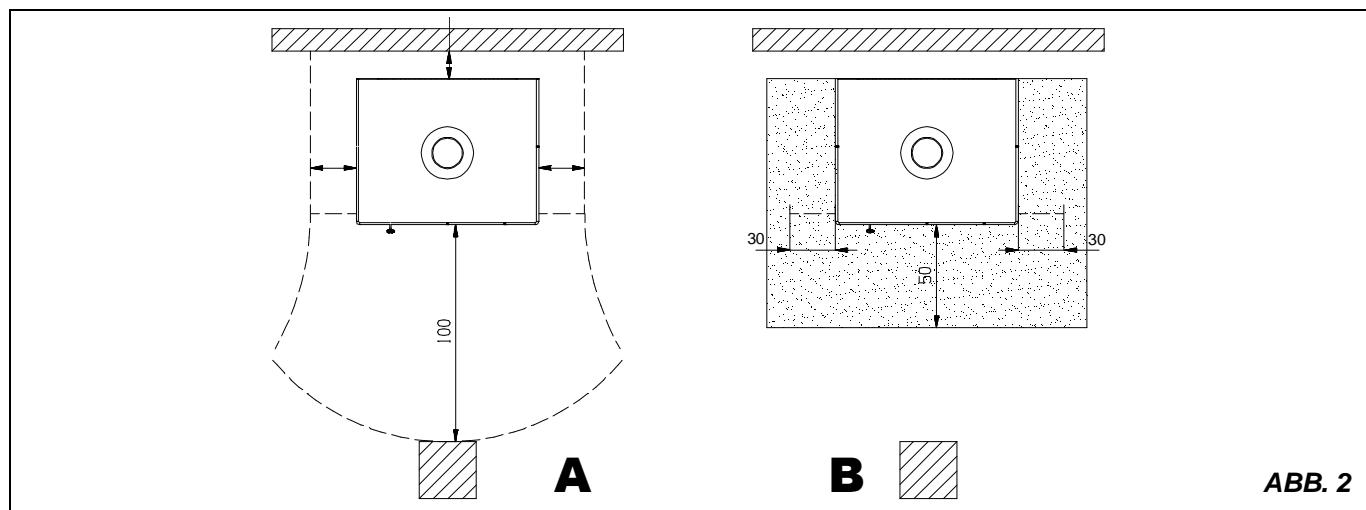

ABB. 2
- a) der beidseitige Mindestabstand von Bauelementen sowie von entflammbarer und hitzeempfindlichen Gegenständen (Möbel, Holzverkleidungen, Stoffe etc.) muss zur Gewährleistung einer ausreichenden Wärmeisolierung demjenigen des technischen Datenschildes entsprechen, welches auf dem Erzeugnis angebracht ist; (siehe ABB. 2 A). **Alle Sicherheitsabstände sind auf der Typenschild des Produktes gezeigt und sollten nicht unter der angegebenen Werte liegen..**
- c) Wenn das Produkt auf einem leicht entzündlichen Boden installiert wird, muss ein feuerfester Unterbau vorgesehen werden. **Fußböden aus brennbaren Materialien** wie Teppich, Parkett oder Kork, **müssen durch einen entsprechenden Belag** aus nicht brennbaren Baustoffen, zum Beispiel Keramik Stein, Glas oder Stahl ersetzt werden (Abmessungen nach der regionalen Ordnung). Der Unterbau muss vorn mindestens **50 cm** und seitlich **30 cm** über die Öffnung der Einfülltür vorspringen (siehe ABB. 2 B).